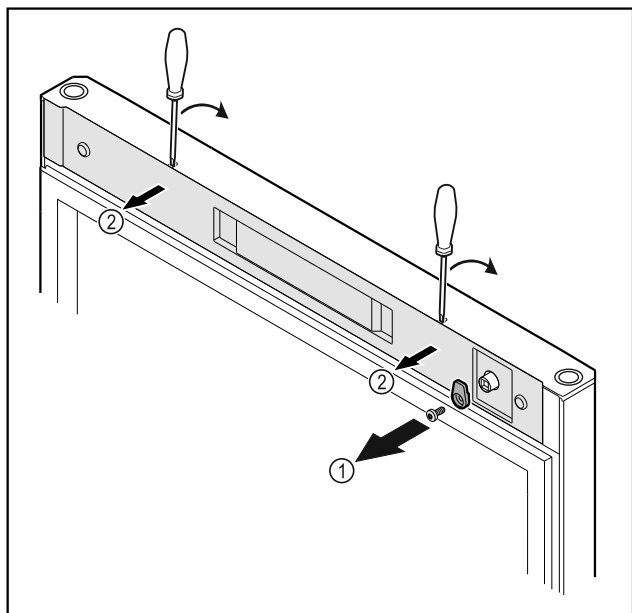

Fig. 19
- ▶ Deșurubați Fig. 19 (1) cârligul de închidere.
- ▶ Deblocați aparătoria Fig. 19 (1) cu o șurubelniță mică și detașați-o.